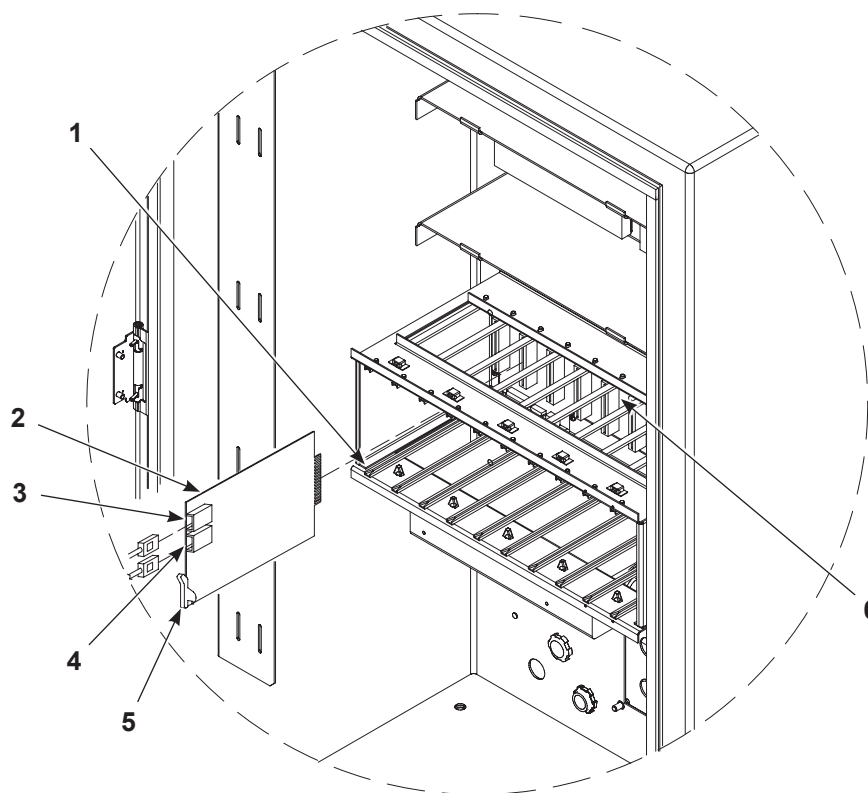

Рис. 5-2 Замена платы управления распылителями
См. Рис. 5-2. Платы управления распылителями (2) установлены в стойке плат слева направо. Каждая плата управляет двумя распылителями: нижний разъем предназначен для распылителя с нечетным номером, а верхний для распылителя с четным номером.